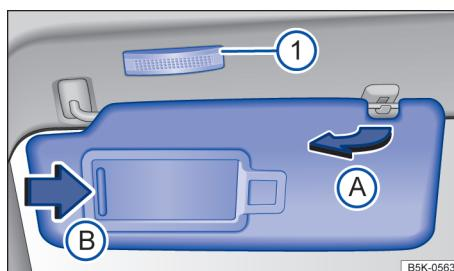

Fig. 80 Para-sol.
- Retirar o para-sol cuidadosamente do suporte segurando a base de fixação e virar na direção das portas → Fig. 80 A).
No para-sol rebatido para baixo encontra-se um espelho de cortesia atrás de uma cobertura. Ao abrir a cobertura → Fig. 80 B) uma lanterna se acende ①.